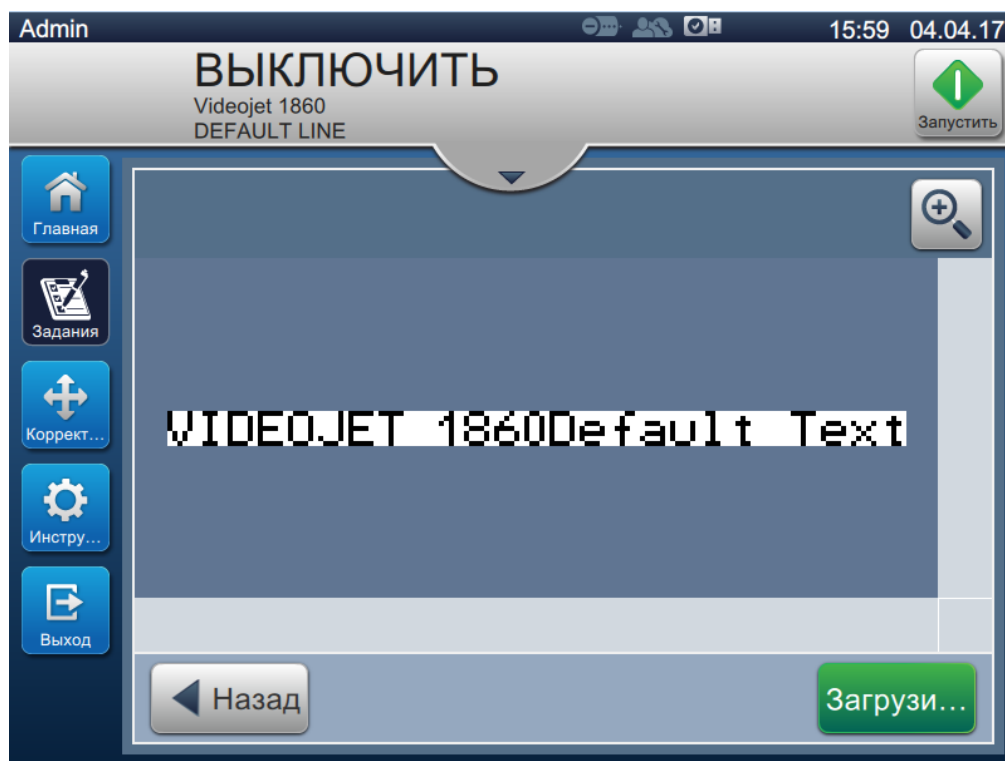

Рис. 4-4. Выбор и загрузка заданий
3. Коснитесь кнопки **Загрузи...**, чтобы загрузить задание для печати, как показано на Рис. 4-4.